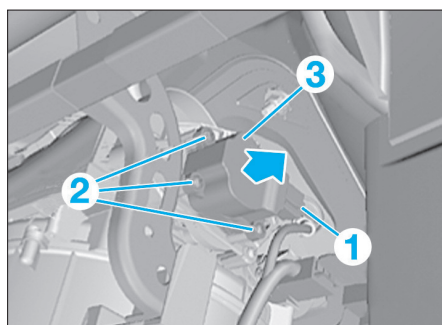

Fig. 43
- Déverrouiller et débrancher le connecteur (1) (Fig.43).